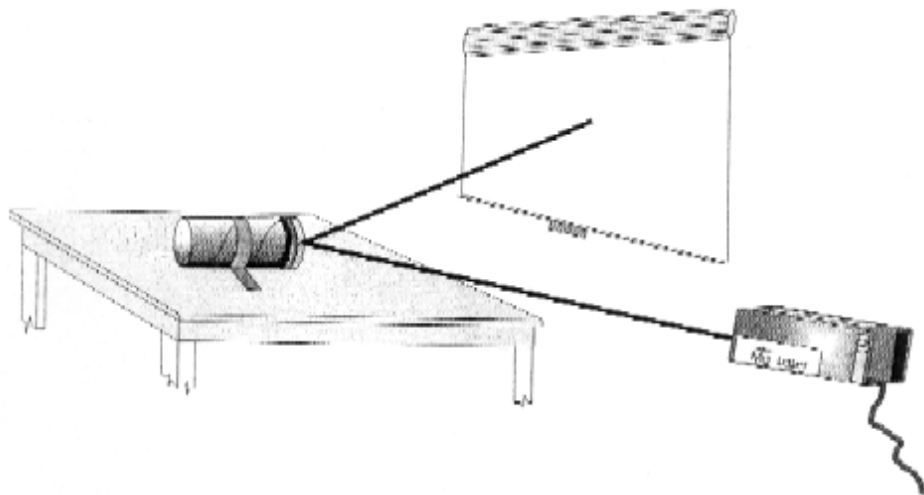

Figura 2. Forma de montar el experimento
3. Enciende la lámpara láser y dirige la luz hacia el espejito, de ser necesario mueve la mesa o tu dispositivo experimental hasta que veas proyectada en la pared la luz reflejada por el espejo. Una vez que lo logres, sujeta el bote a la mesa con el masking tape como se muestra en la figura 2. Busca la manera de mantener el láser en una posición fija.